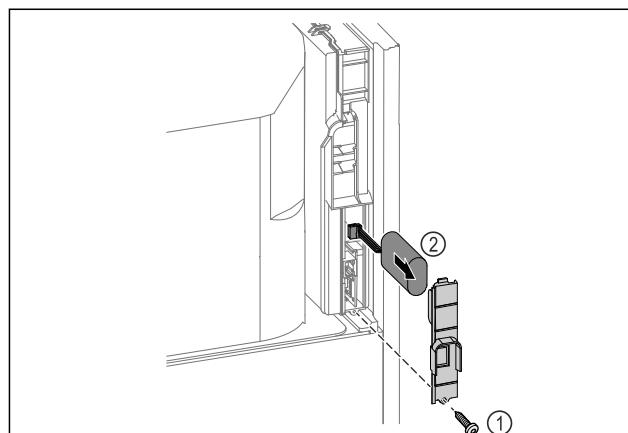

Fig. 254
- Desenroscar el tornillo y retirar la cubierta de la parte trasera del electrodoméstico Fig. 254 (1).
- Desconectar la batería y extraerla Fig. 254 (2).